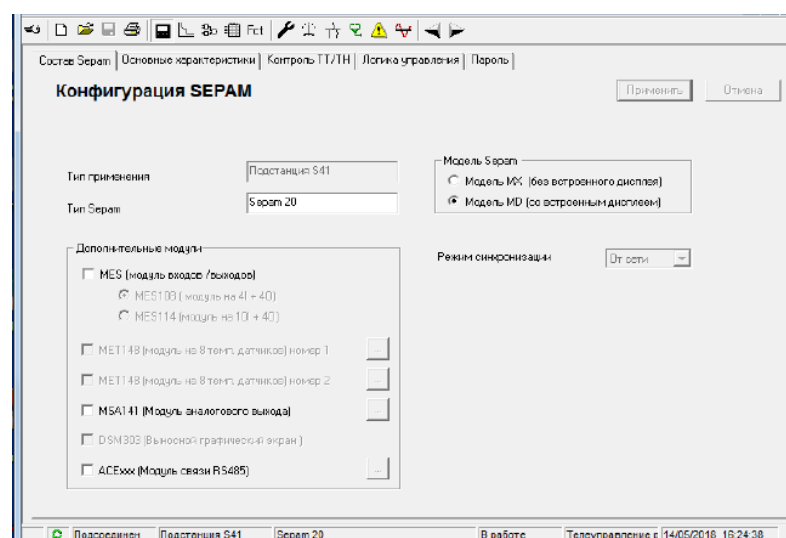

Рисунок 1.2 – Окно «Конфигурация Seram»
7. Окно программы представляет собой интерфейс, который состоит из иконок, каждая из которых открывает доступ к разной части настроек блока. Данная панель разделяется полосами на 5 частей (рис. 1.2):
8. Открыть вкладку «Конфигурация Seram» (рис. 1.2) щелчком по иконке . На данной вкладке расположена информация по типу модели блока, устанавливаемых модулях. В данной работе не предусмотрена установка дополнительных блоков, поэтому требуется убрать при наличии все активные блоки. Обозначить название блока, например, «Seram 40».